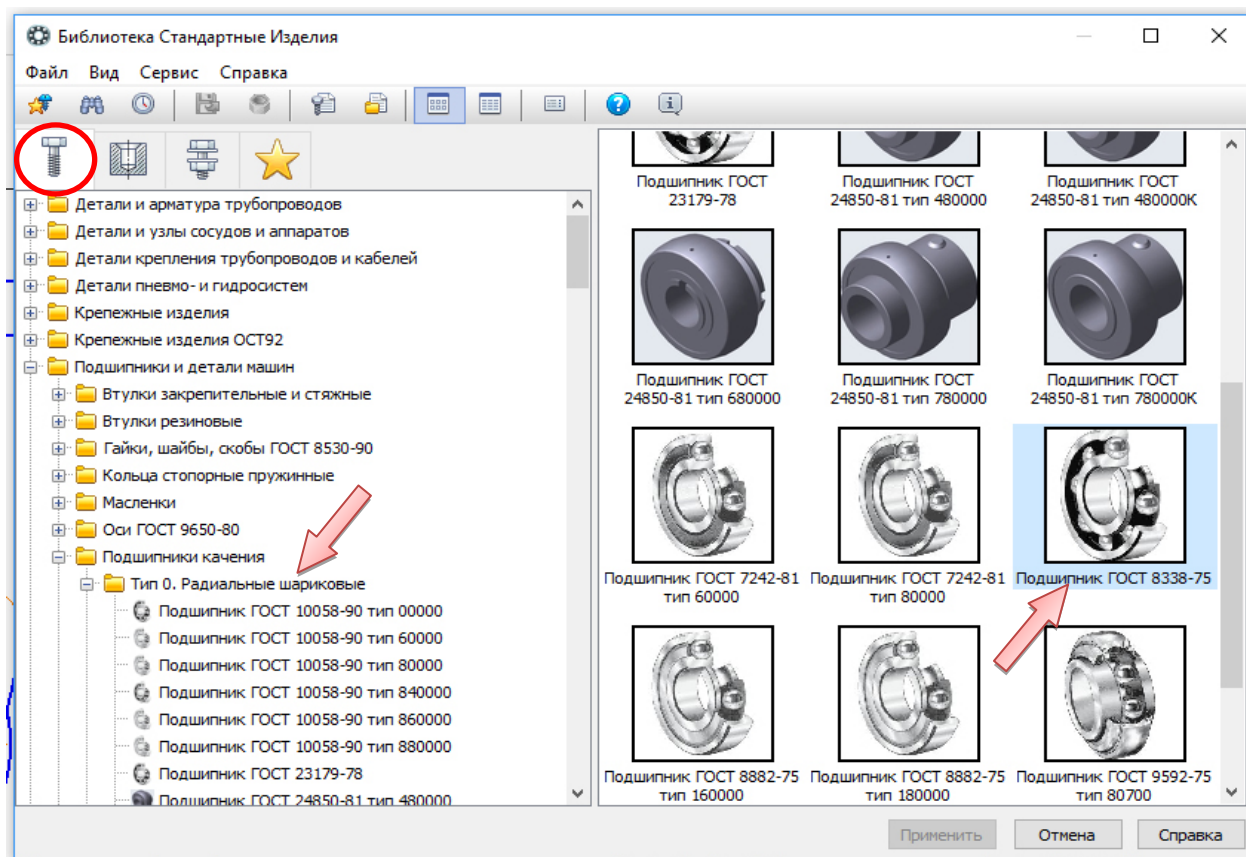

Рис. 4.63. Выбор подшипника в библиотеке подшипников и деталей машин
- В дереве библиотеки откройте ветвь «Подшипники и детали машин» → «Подшипники качения» → «Тип 0. Радиальные шариковые», выберите «Подшипник ГОСТ 8338–75» и два раза щёлкните ЛК (рис. 4.63).